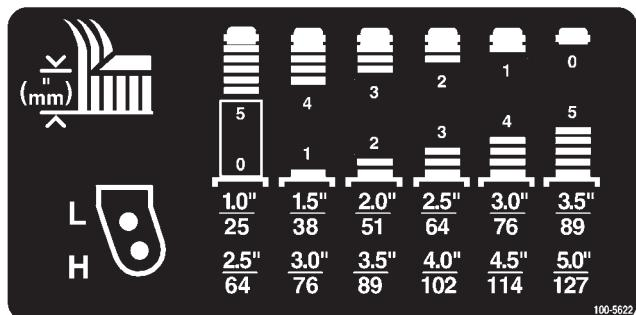

Figura 7
2. Coloque los espaciadores en el eje de la rueda giratoria hasta obtener la altura de corte deseada; consulte la figura 7 para determinar la combinación de espaciadores necesaria. Coloque una arandela de empuje en el eje, y pase el eje de la rueda giratoria por el brazo de la rueda giratoria. Instale otra arandela de empuje y los espaciadores restantes en el eje e instale el casquillo tensor para fijar el conjunto (Fig. 1).
2. Coloque los ejes de las ruedas giratorias en los mismos taladros en ambas horquillas. Consulte en la figura 7 los taladros correctos para cada altura.
Consulte en la figura 7 las combinaciones de espaciadores para cada ajuste.